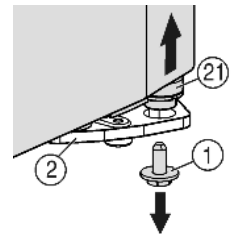
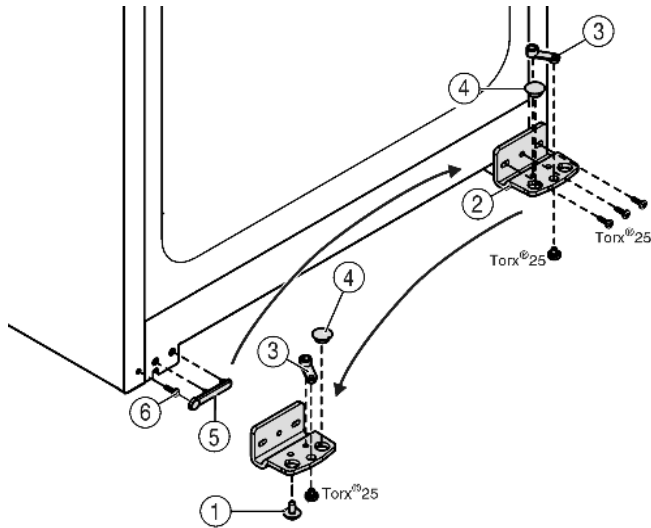

Fig. 6
Fig. 7
- ▶ In basso a destra nel blocco di supporto svitare la vite di arresto Fig. 6 (1).
- ▶ Il perno di supporto Fig. 6 (21) si stacca dal blocco di supporto Fig. 7 (2).
- ▶ Se il perno di supporto Fig. 6 (21) non si stacca, estrarre il perno dal basso.
- ▶ Svitare il blocco di supporto Fig. 7 (2).
- ▶ Svitare l'elemento di supporto Fig. 7 (3) e spostarlo nel foro di alloggiamento opposto del blocco di supporto, serrarlo nuovamente.
- ▶ Estrarre il tappo Fig. 7 (4) dal blocco di supporto e spostarlo nel foro di alloggiamento opposto del blocco di supporto.
- ▶ Togliere la copertura Fig. 7 (5) lato maniglia facendo attenzione.
- ▶ Svitare la vite Fig. 7 (6) e inserirla di nuovo sul lato opposto.
- ▶ Applicare nuovamente sopra la copertura Fig. 7 (5).
- ▶ Fissare nuovamente il blocco di supporto Fig. 7 (2) sul nuovo lato cerniere **fermamente a 4 Nm** eventualmente servendosi di un avvitatore a batteria.
- ▶ Avvitare la vite di arresto Fig. 6 (1) in basso nel perno di supporto e serrare (**a 4 Nm**).